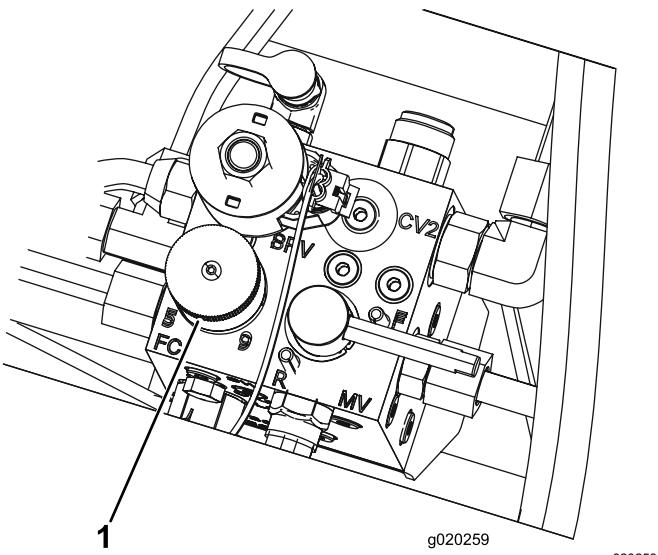

Figura 34
4. Para establecer la velocidad de los molinetes, gire el pomo (Figura 34) hasta que la flecha apunte al número que indique el ajuste deseado.